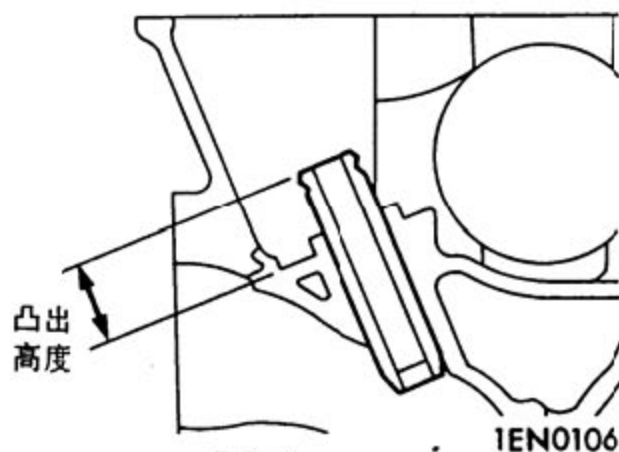

图 4-15
2).重镗气缸盖上的气门导管孔,使其与要安装的加大尺寸气门导管相匹配(见图 4-15)。